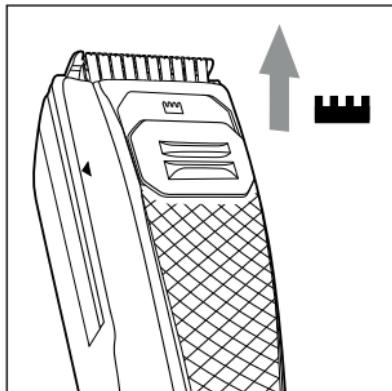

Fig. 6
- Faites glisser le poussoir pour la fonction de désépaississement  ② vers le haut en position . La fonction de désépaississement intégrée dans la tête de coupe ① sort par le haut (voir fig. 6).